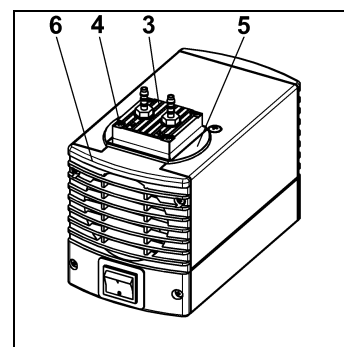
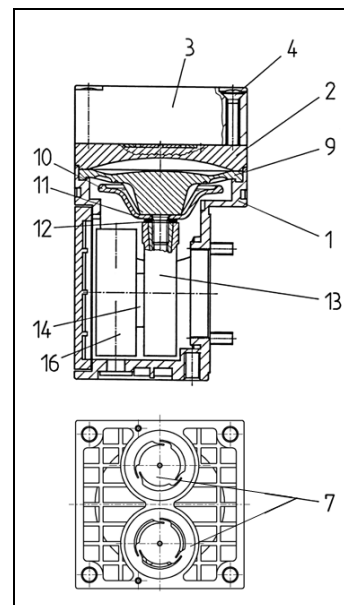

Fig. 4: smontaggio della testata
Fig. 5: testata
1. Segnare la posizione della testata (fig. 4/3), della copertura (5) e del coperchio della carcassa (6) con un tratto di matita continuo. Così facendo, si previene l'errato rimontaggio dei componenti in un secondo momento.
2. Allentare le quattro viti della testata (4) e smontare la testata (3) insieme alla copertura (5) dalla carcassa della pompa.
3. Segnare la posizione della piastra intermedia (fig. 5/2) e della carcassa (1) con un tratto di matita continuo.
4. Rimuovere la piastra intermedia (2) dalla carcassa (1).
1. Rimuovere le valvole/gli o-ring (fig. 5/7) dalla piastra intermedia (2).
2. Verificare che le sedi valvola, la piastra intermedia (2) e la testata (3) siano pulite; in caso di aplanarità o graffi, sostituire questi componenti.
3. Inserire le nuove valvole/i nuovi o-ring (7) nelle apposite sedi sulla piastra intermedia (2); le valvole/gli o-ring per il lato mandata e aspirazione sono identiche e così pure il lato superiore e inferiore delle valvole/degli o-ring.
4. Accertarsi che le valvole/gli o-ring (7) non siano eccessivamente serrate muovendole leggermente in orizzontale.